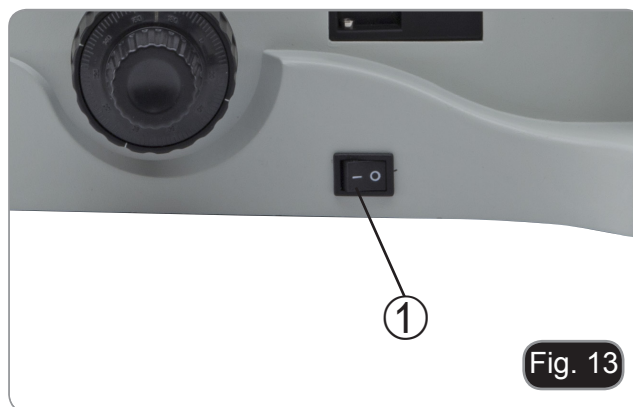

Fig. 13
1. Posizionare l'interruttore principale ① su "O" (OFF) prima di collegare il cavo di alimentazione. (Fig.13)